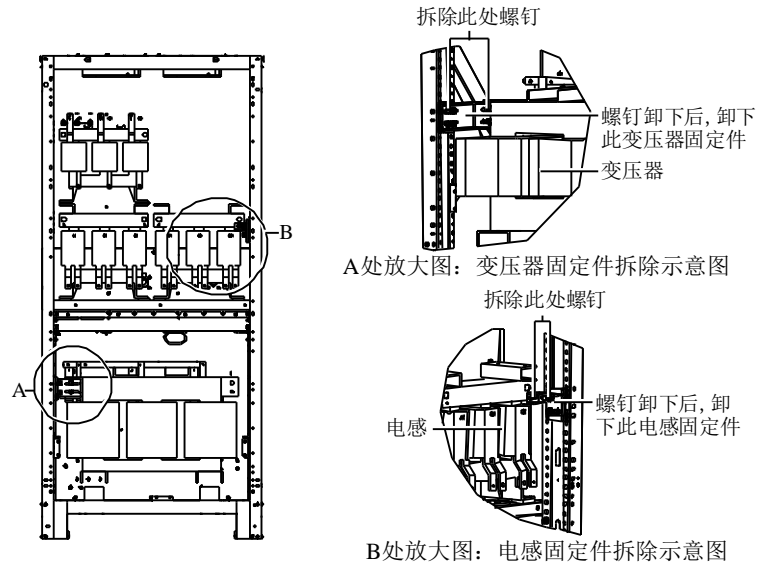

图1 变压器和电感固定件拆除示意图
打开机柜前门，按如图1所示拆除 80kVA/100kVA/120kVA UPS 变压器和电感的固定件。
1. 主柜中的固定件拆除请参照图 1 所示步骤。